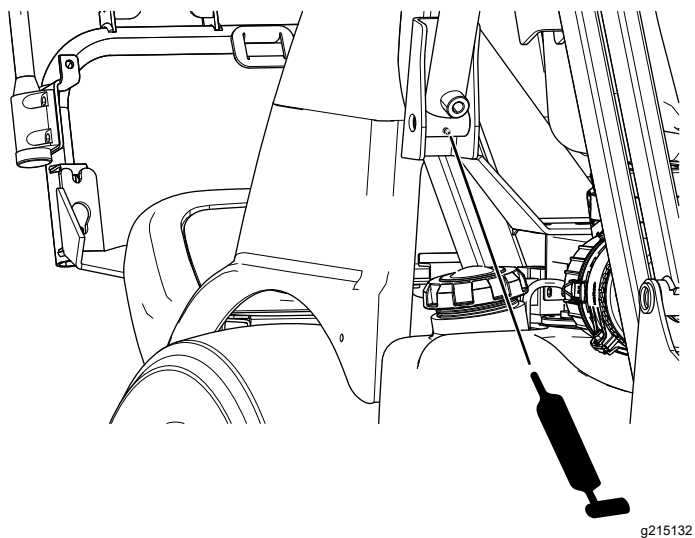

Рисунок 48
- Рычаги бункера – нижние передние (Рисунок 48)